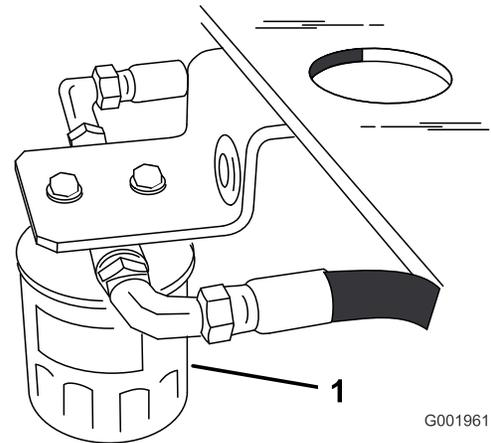

Figura 47
- Individuate il filtro situato sotto il serbatoio carburante e collocate una bacinella di spurgo sotto il filtro (Figura 47).
- Togliete il filtro usato e tergete la superficie della guarnizione del riduttore del filtro (Figura 47).